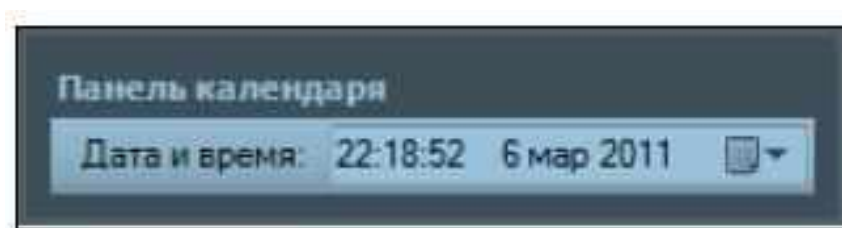

Рисунок 12.5 – Панель календаря
- кнопка (1) для запуска моделирования в реальном времени;
- кнопка (2) для пошагового моделирования;
- кнопка (3) для приостановления работы симулятора, запущенного в реальном времени;
- кнопка (4) для остановки работы симулятора – перевод режима симуляции в первоначальное состояние;
- поле ввода (5) для задания времени периода обновления информации на схеме;
- поле ввода (6) для задания времени цикла для временных функциональных блоков – «TON», «TOF», «BLINK». Для вариантов исполнений приборов с функцией часов реального времени создается дополнительная панель, при помощи которой можно моделировать поведение функциональных блоков «CLOCK» и «CLOCK WEEK» во времени (рисунок 12.5).